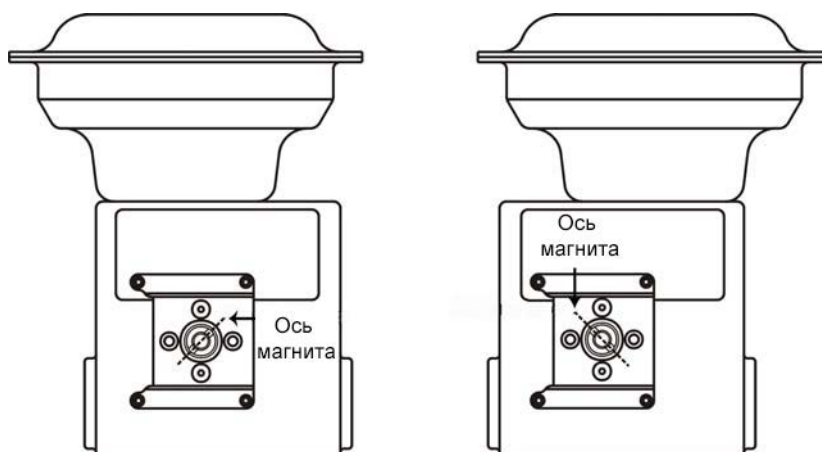

Рисунок 9 - Магнитная ось
4. Задвиньте держатель магнита в удлинительный вал. Магниты располагаются в кольце держателя магнитов. Магнитная ось — это воображаемая линия, проходящая через центр обоих магнитов (см. Рисунок 9).